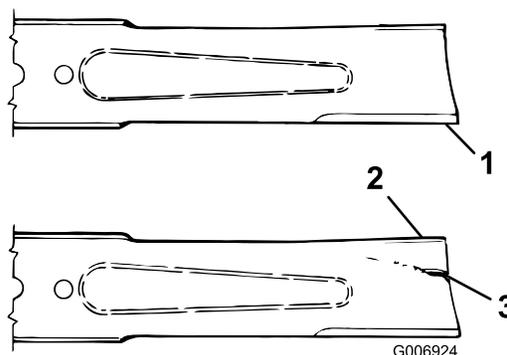

Figure 31
2. Examinez le tranchant des lames (Figure 31). Si elles ne sont pas tranchantes ou présentent des indentations, déposez et affûtez les lames ; voir Aiguisage des lames (page 29).
3. Inspectez les lames, surtout la partie relevée (Figure 31). Remplacez immédiatement toute lame endommagée, usée ou qui présente une entaille (Figure 31).